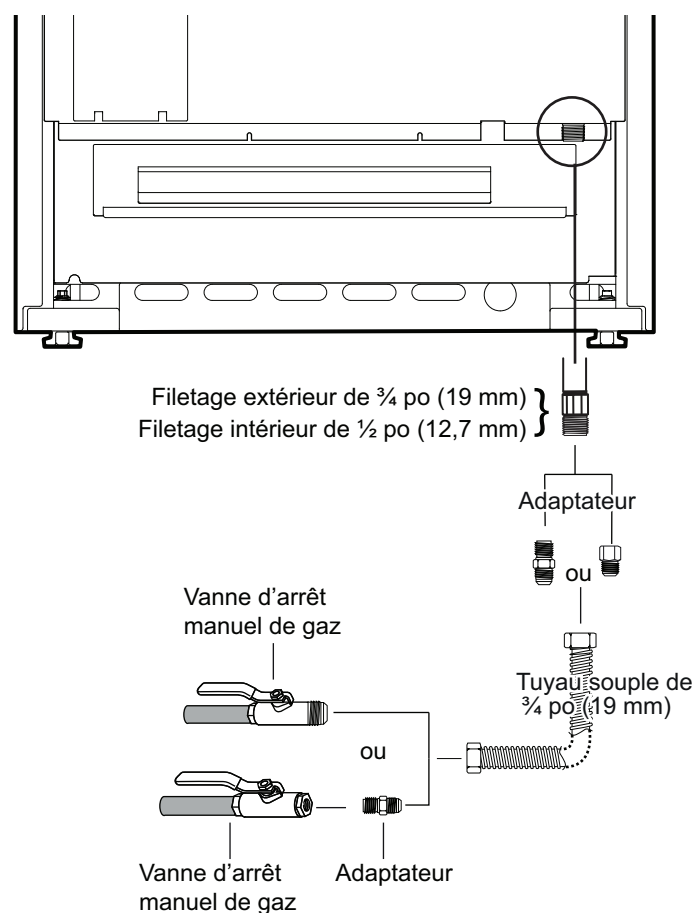

Figure 9 : Raccordement à l'approvisionnement de gaz
2. Utilisez un raccord à gaz souple de 3/4" entre l'alimentation en gaz et le tuyau d'arrivée de gaz de l'appareil. Le tuyau d'arrivée de gaz de toutes les cuisinières est situé en bas à droite (voir *Figure 9*). Le tuyau d'arrivée de gaz de l'appareil est de type NPT 1/2".